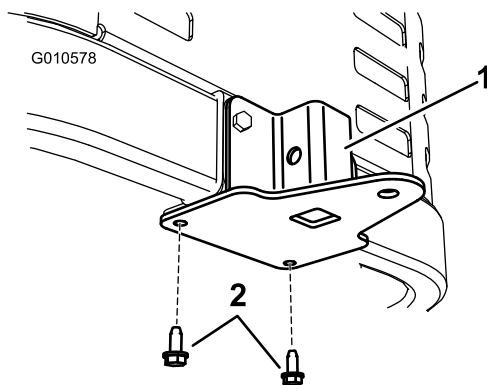

Bild 12
2. Befestigen Sie die Stützhalterung mit zwei Blechschrauben (5/16 x 3/4 Zoll) von unten an der Unterseite des Maschinenrahmens, wie in Bild 12 dargestellt.